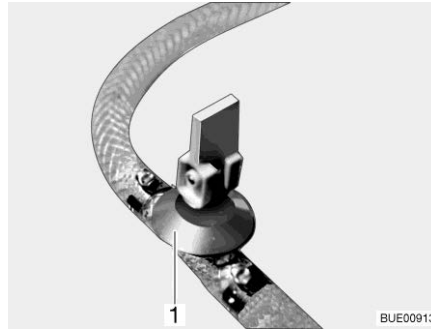
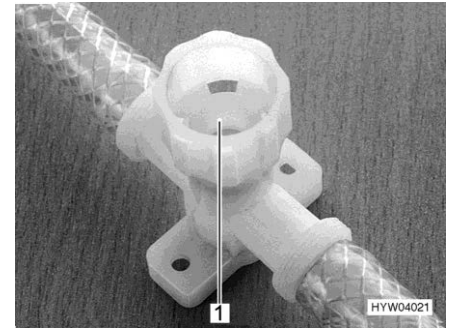

Fig. 259 Robinet de vidange (avec levier à bascule)
Fig. 260 Robinet de vidange (avec capuchon tournant)
- Ouvrir tous les robinets de vidange. Placer pour ce faire le levier à bascule (Fig. 259,1) à la verticale ou faire tourner le capuchon du robinet de vidange (Fig. 260,1) dans le sens inverse des aiguilles d'une montre.